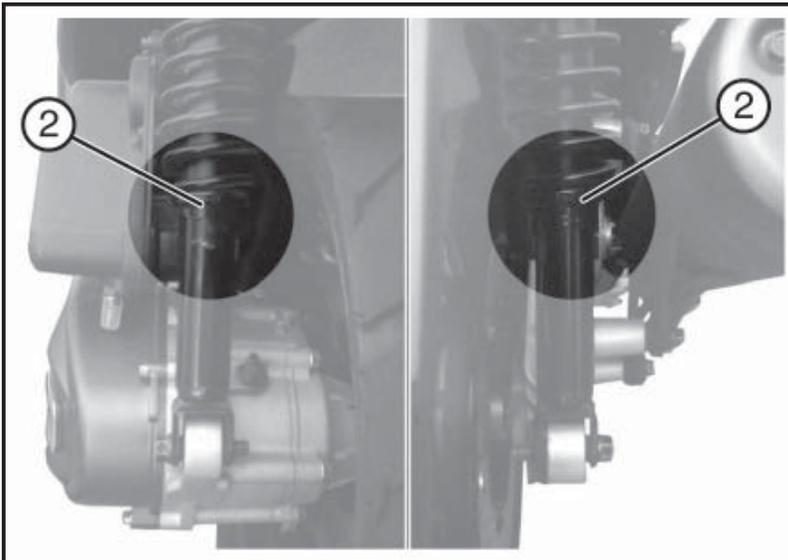

Fig. 02
4.24 RÉGLAGE DES AMORTISSEURS (Fig. 02)